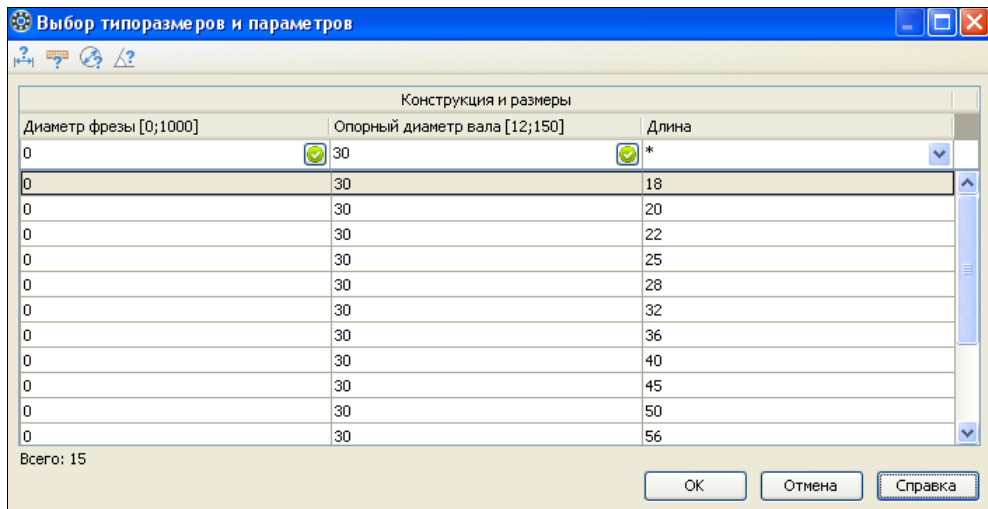

Рис. 26.8. Диалоговое окно **Выбор типоразмеров и параметров** параметра **Конструкция и размеры**
- в окне **Конструкция и размеры** нажмите раздел **Опорный диаметр вала**. Система откроет окно **Выбор типоразмеров и параметров** (рис. 26.8).